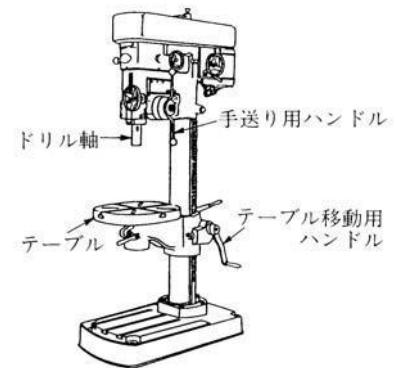

図 6.2 直立ボール盤
6.5.3 ボール盤（図 6.2 に示すような工作機械）
- ① 工作物はテーブルまたは万力(バイス)に固定し、確実に取り付けること
- ② 回転しているドリルには、手をふれたり、顔を近づけたりしないこと
- ③ ドリルの取り付け、取り外し後はチャックハンドルを必ず取り外すこと
- ④ 穴あけの終わり近くや、ドリルを戻すとき工作物が振り回されやすいので気をつけること
- ⑤ 回転中はドリルや工作物が飛んでも安全な位置、距離を確保すること
- ⑥ ハンドルに無理な力を加えないこと
- ⑦ 加工穴には返り(バリ)があるので注意すること。